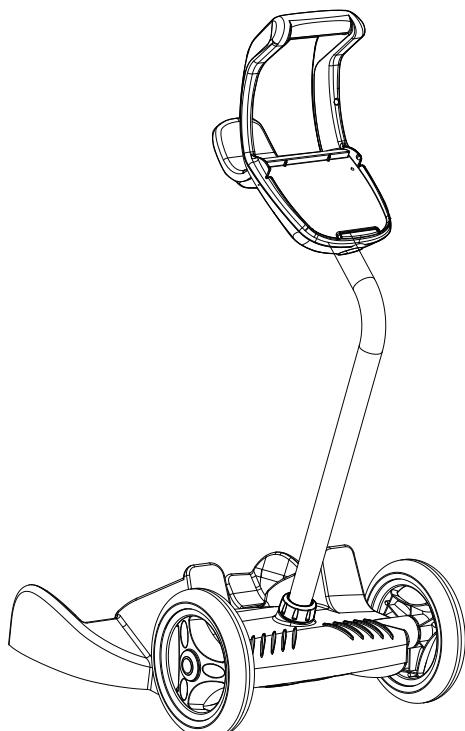

**Figura 5. Coloque los bloques de soporte y coloque las ruedas**
5. Coloque dos (2) bloques de soporte en su lugar (Figura 5).
6. Deslice el eje y el tapacubos por el centro de la rueda, y únala a la unidad de base. Coloque el clip de bloqueo en su lugar para asegurar la rueda. Repita para unir ambas ruedas (Figura 5).